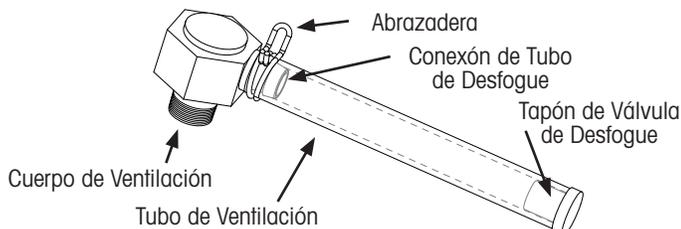
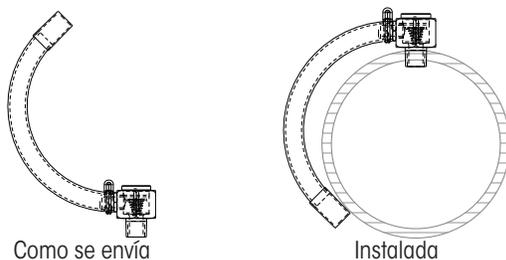

Figura 18: Ensamble de Ventilación de Eje de Flujo Alto
Figura 19: Ventilación de Eje TRLAXLE
NOTA: Para TRLAXLE®, el tubo de ventilación (Figura 19) es diferente del de la Figura 18 y las curvas apuntan hacia abajo desde la parte superior del eje. Se puede girar con la manguera en la posición como se envía durante la instalación.
4. Similar a la Figura 19, aplique con una llave de torsión de 7/16 pulg. en las partes planas de la unión rotativa de la flecha cardán y con una llave de 3/8 pulg. en las partes planas de la conexión de la manguera del eje, **apriete** la conexión a 50±5 pulg. lbs. (5.7±0.6 Nm) de torque.